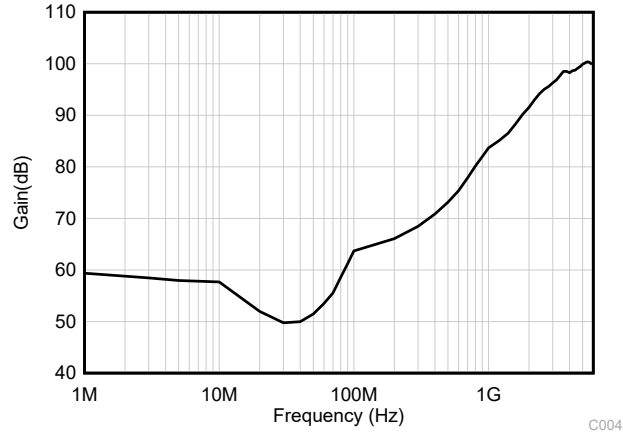

图 7-3. EMIRR 测试
OPAx991 通过集成电磁干扰 (EMI) 滤波降低无线通信设备、混合使用模拟信号链和数字元件的高密度电路板等干扰源产生的 EMI 效应。利用电路设计技术可以提高 EMI 抗扰度；OPAx991 从这些设计改进中受益。德州仪器 (TI) 已经开发出在 10MHz 至 6GHz 宽频谱范围内准确测量和量化运算放大器抗扰度的功能。图 7-3 显示了对 OPAx991 执行此测试的结果。表 7-1 显示了 OPAx991 在实际应用中常见特定频率下的 EMIRR IN+ 值。运算放大器的 EMI 抑制比应用报告包含了与运算放大器相关的 EMIRR 性能主题，该报告可在 www.ti.com 上下载。